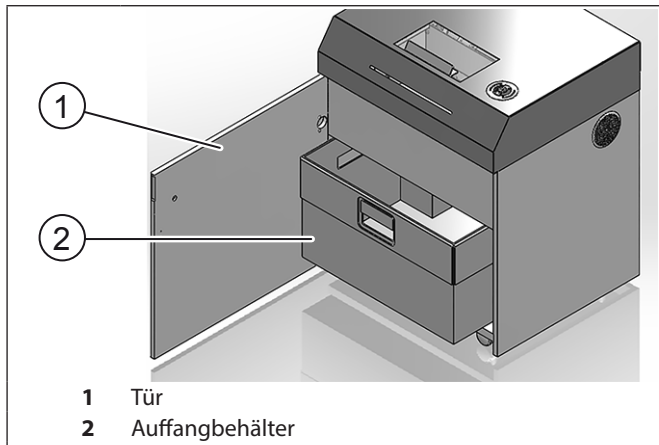

Abb. 8 Auffangbehälter
Entleeren Sie den Auffangbehälter (Abb. 8/2) wie folgt:
1. Tür (Abb. 8/1) öffnen.